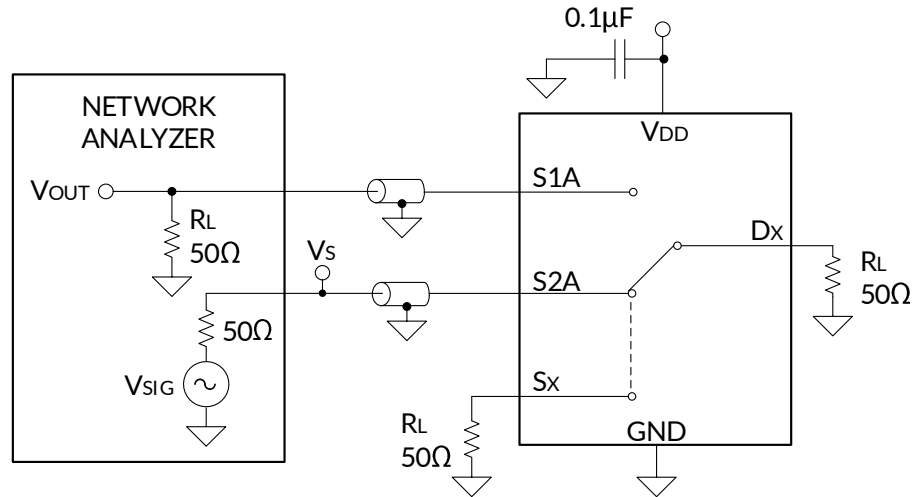

图 19. 通道间串扰测量配置
串扰的定义是：当信号施加于导通通道的源极引脚 (S_x) 时，在不同通道漏极引脚 (D) 上测得干扰信号的比率。图 19 展示了用于测量的实验装置，以及串扰的计算公式。